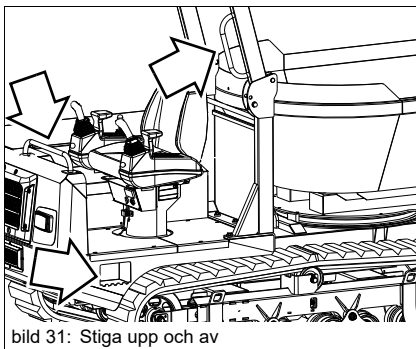

bild 31: Stiga upp och av
- På- och avstigning ska över larvbandet ske med motsvarande trappa med hjälp av handtagen på ROPS-störtbågen och styrpulpeten såsom beskrivs i Bild 31
- Vid på- och avstigning måste sätet alltid vara vridet mot maskinens framsida såsom beskrivs i Bild 31